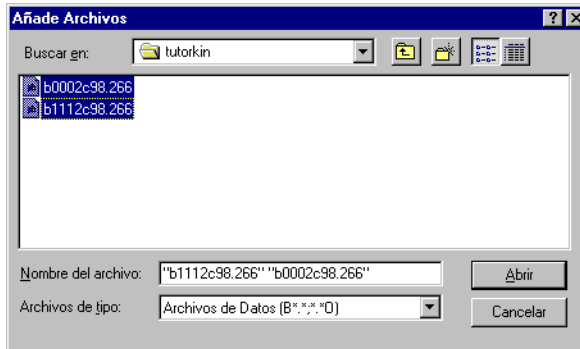

Figura 13.5. Añadir Archivos
11. Haga click en **Añadir archivos de datos crudos desde disco**; aparecerá **Añadir Archivos**, Figura 13.5.